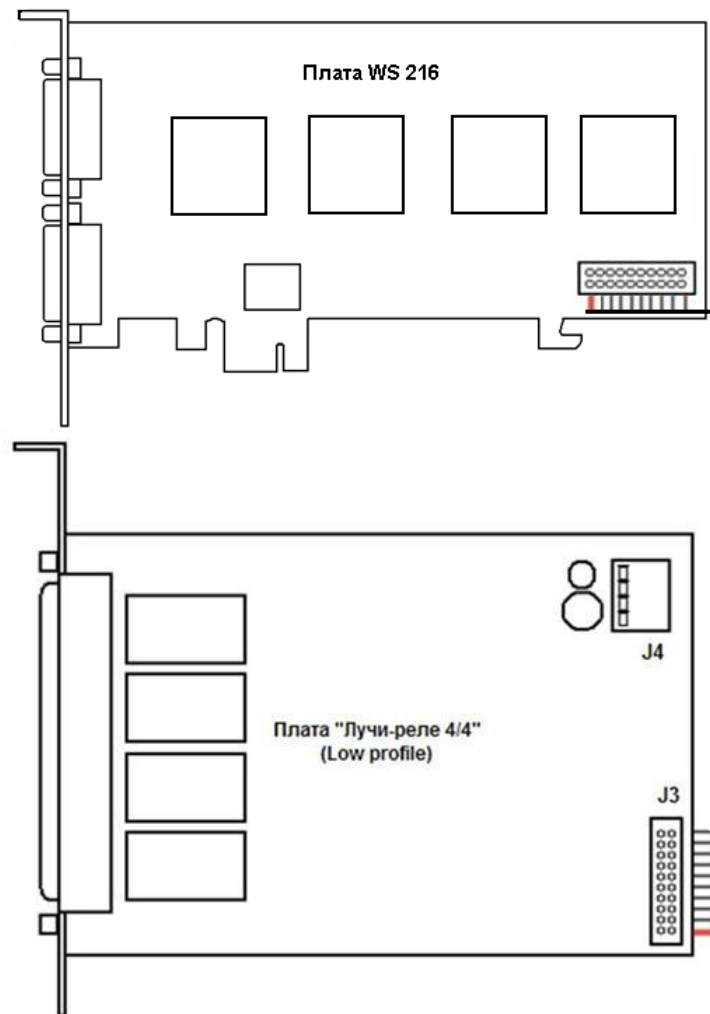

Рис. 2.4—16 Схема подключения платы «лучи-реле 4/4» (low profile) к плате WS 216
3. Подключить кабель блока питания компьютера (питание дисководов) к разъему J4 (Рис. 2.4—14) платы «лучи-реле 4/4» (low profile).